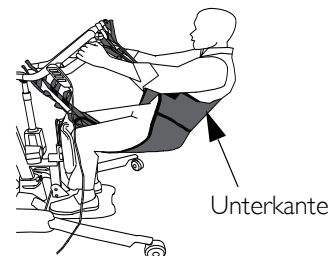

ABBILDUNG 4.2 Anheben des Patienten
HINWEIS: Zu diesem Vorgang siehe ABBILDUNG 4.2 auf Seite 166.
1. Den Patienten anweisen, sich an den Handgriffen auf beiden Seiten der Aufstehhilfe festzuhalten (Detail „A“ in ABBILDUNG 4.2).
4. Bei einem Patiententransfer aus einem Rollstuhl, die Radverriegelungen am Rollstuhl aktivieren (Detail „B“ in ABBILDUNG 4.2).
5. Auf die Aufwärts-Taste (UP) an der Handsteuerung drücken, um den Patienten von der aktuellen Oberfläche anzuheben (Bett, Roll- oder Toilettenstuhl). Das Gewicht des Patienten wird hierbei vollständig von der Aufstehhilfe unterstützt (Detail „C“ in ABBILDUNG 4.2).